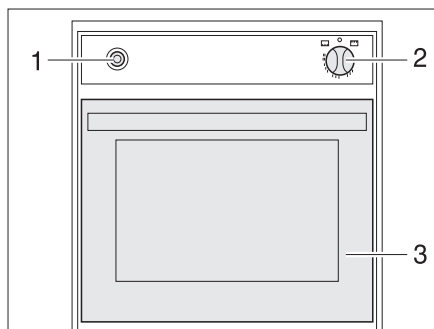

Fig. 128 Four à gaz
- Ouvrir complètement la porte du four (Fig. 128,3).
- Enfoncer légèrement le bouton tournant (Fig. 128,2) et le placer sur "four" ou "GRILL" (grill).
- Enfoncer le bouton tournant (Fig. 128,2) et le maintenir enfoncé pendant 5 à 10 secondes. Le gaz s'écoule vers le brûleur.
- Appuyer plusieurs fois sur l'interrupteur d'allumage (Fig. 128,1) jusqu'à ce que la flamme se consume.
- Tourner le bouton tournant (Fig. 128,2) sur "O". La flamme s'éteint.